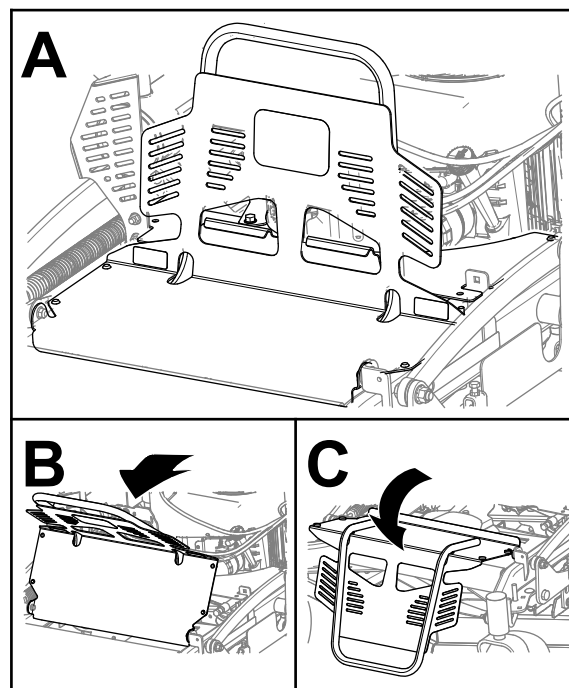

Figura 34
- Ruotate in avanti la protezione del motore, come illustrato nella Figura 34.